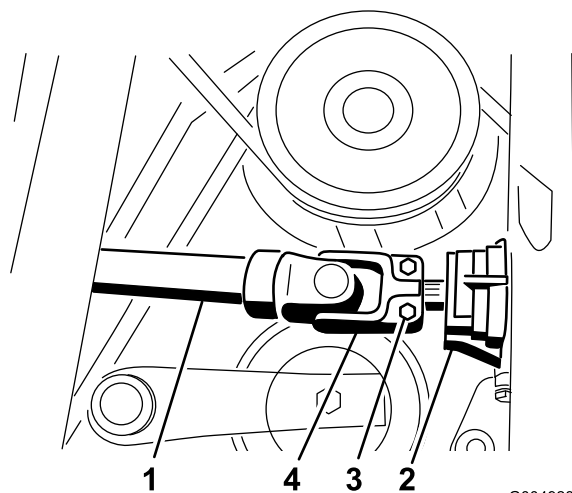

図 52
2. 駆動シャフトをギアボックスのシャフトに固定しているロールピンを外して駆動シャフトを抜き出す 図 52。